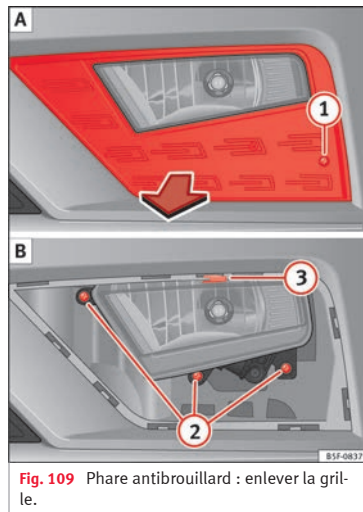
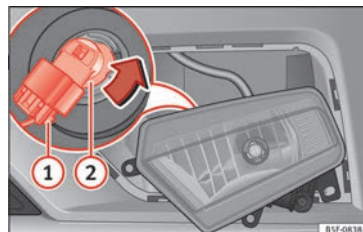

Fig. 109 Phare antibrouillard : enlever la grille.
Fig. 110 Phare antibrouillard : dépose du support d'ampoule
1. Retirez la vis » fig. 109 ① A de la grille du projecteur antibrouillard à l'aide d'un tournevis puis enlevez la grille.
2. Retirez les 3 vis » fig. 109 ② B.
3. Retirez l'agrafe métallique située sur la partie supérieure du projecteur antibrouillard vers l'extérieur du véhicule ③ avant de retirer le projecteur antibrouillard.
4. Retirez le connecteur » fig. 110 ① de la lampe.
5. Tournez le porte-ampoule ② vers la gauche puis tirez.